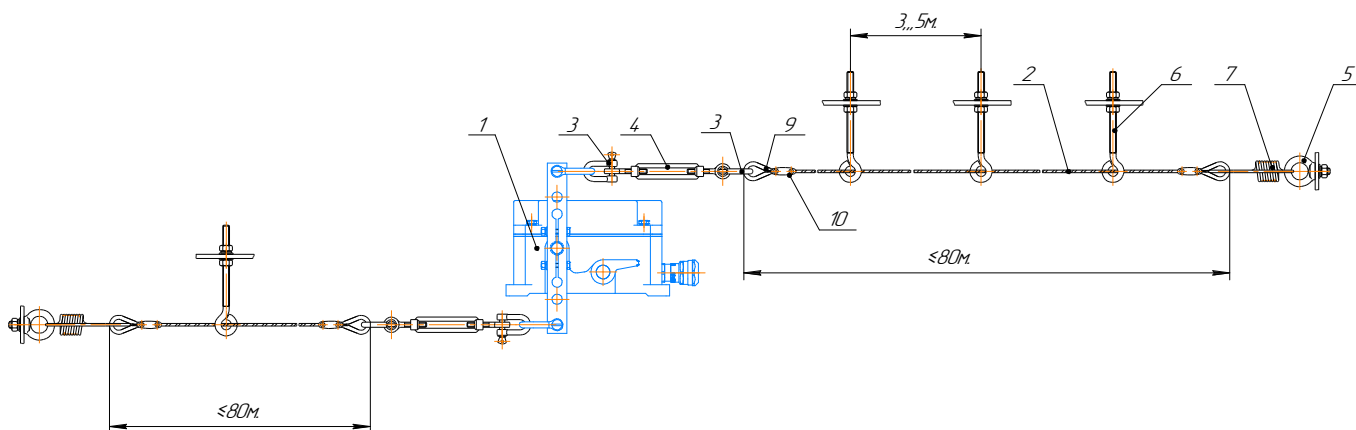

Рис.3
7.2. Выключатели АТВ-0206 (поз.1) (см. Рис.3) установить на ставе конвейера. Рекомендуемые расстояния между промежуточными опорами (поз.6) и длина троса указаны на схеме.
7.6. Подключить выключатель в соответствии со схемой подключения (Рис.3). Для подключения необходимо: